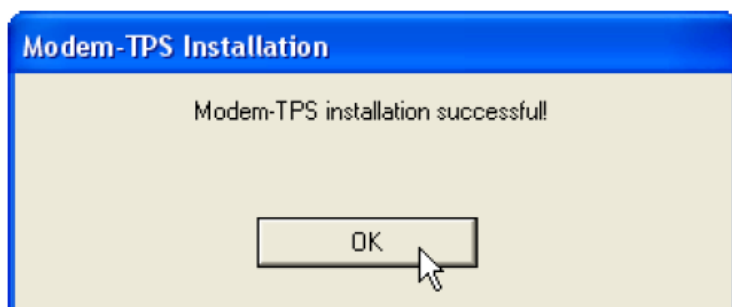

Рисунок 2-3. Завершение установки и ярлык программы
- Щелкните на кнопке **ОК** для завершения установки (см. рис. 2-3).
- Создайте ярлык на вашем рабочем столе (необязательно) для быстрого доступа к Modem TPS (см. рис. 2-3).